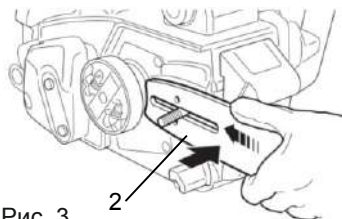

Рис. 3
4. Установите направляющую шину на силовой агрегат, а затем продвиньте направляющую шину в сторону муфты (рис. 3).